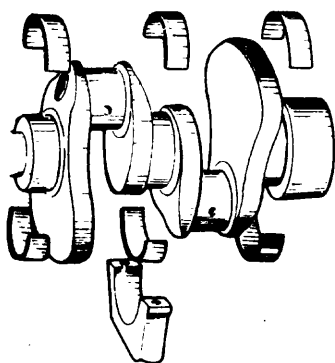

Fig. 1
- Eje cigüeñal y sus bancadas (cojinetes de bancada Fig. 1).